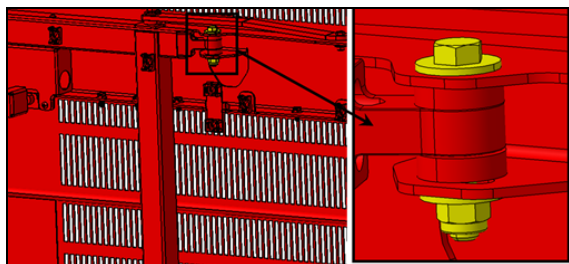

FIGURE 54:
6. Si la position longitudinale au niveau du bras supérieur est hors tolérance, vous pouvez ajuster la porte en utilisant le jeu au point d'attache entre le bras supérieur et la porte. (Figure 54:).